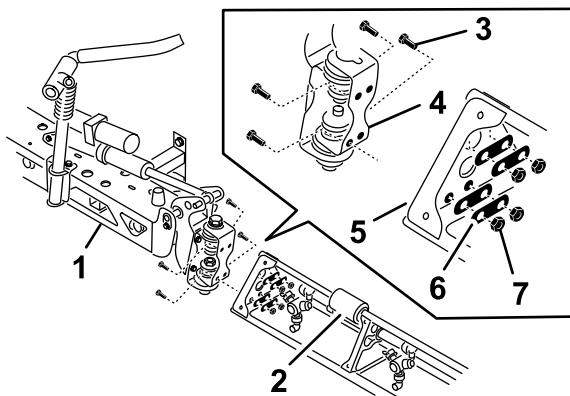

Рисунок 40
2. Поверните каждый кронштейн шарнира в конце средней секции стрелы так, чтобы кронштейны были выравнены вертикально (Рисунок 40).
4. Установите пластину шарнира на треугольную пластину с помощью 4 болтов с фланцевыми головками, 4 опорных пластин и 4 фланцевых контргайек (Рисунок 40), снятых при выполнении пункта 1.
6. Совместите конец штока гидроцилиндра подъема стрелы с отверстиями в выступе кронштейна шарнира (Рисунок 40).
7. Прикрепите конец штока к кронштейну шарнира с помощью штифта и шплинта (Рисунок 40).